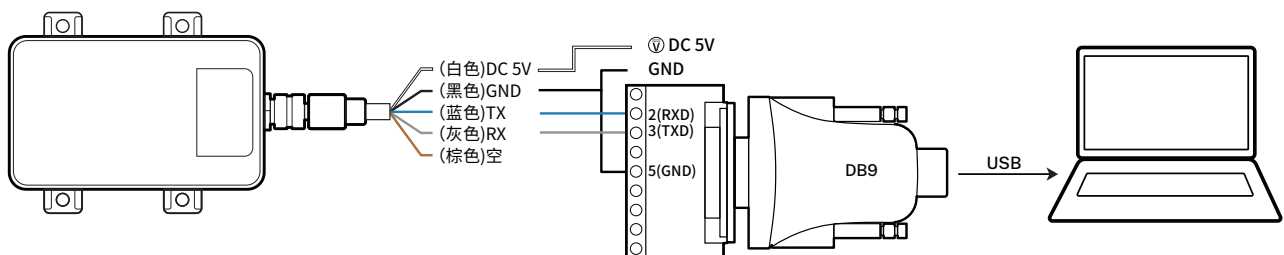

图 6. L4s/L4s-Filled 接 DB9 接线图 (棕色线不接)
- 按照图 6 所示，外接 DC5V 给 L4 模块供电，注意 DB9 转接线要与模块共地；